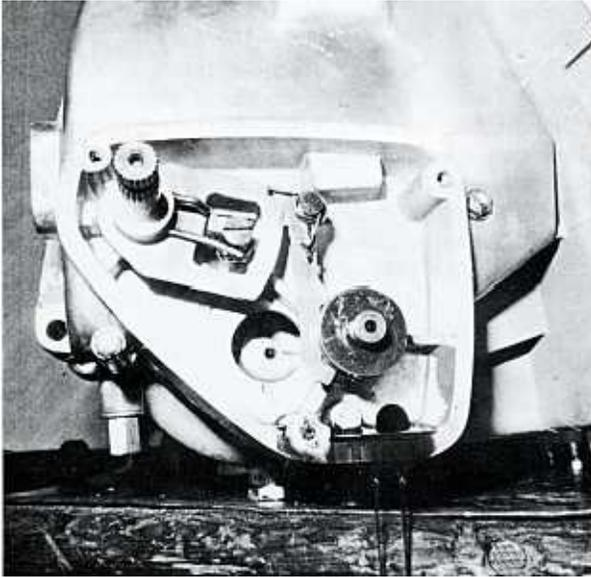
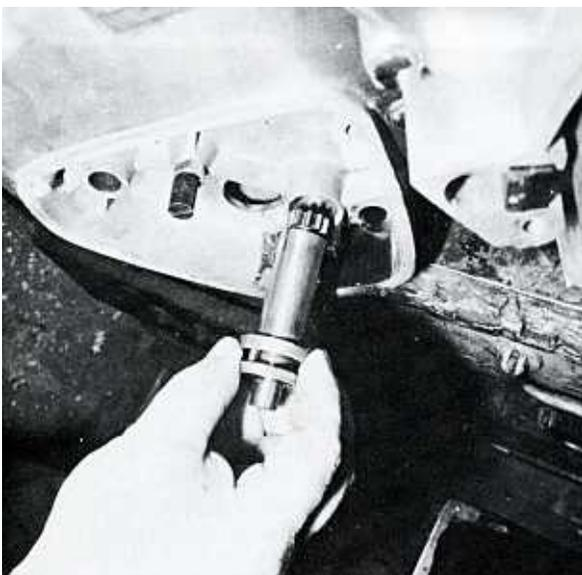
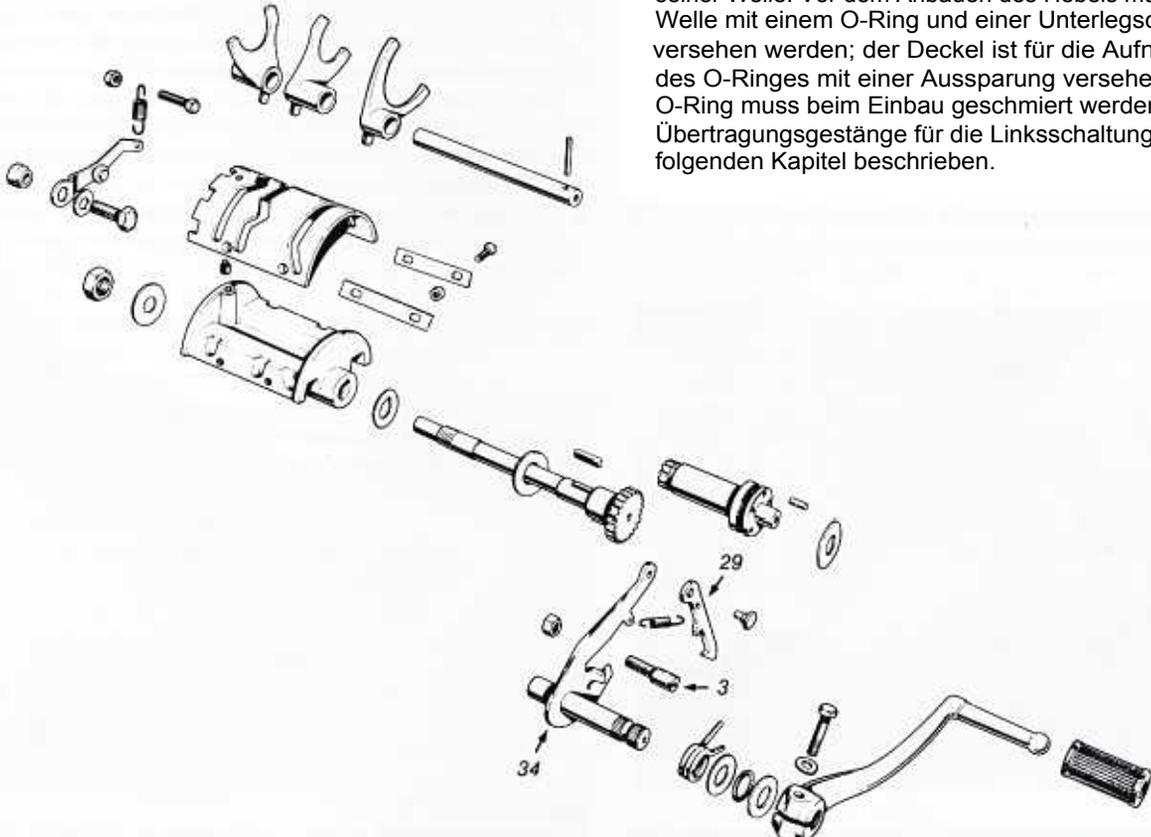

Bild 139
Bild 140
Bild 141
- Der Schaltmechanismus sitzt unter dem mit drei Schrauben mit Unterlegscheiben befestigten Schaltdeckel. Der Deckel ist mit einer Dichtung und mit Dichtmasse abgedichtet. Nach dem Abnehmen des Deckels bereitet der Ausbau des Schaltmechanismus keine Schwierigkeiten. Die Schalthebelwelle ist im inneren Getriebegehäusedeckel gelagert und kann nach dem Aushängen der Rückholfeder herausgezogen werden (Bild 139). Beim Ausbau muss die Schaltklinke aus der Schaltwelle ausgehängt werden. Die Schaltwelle kann zusammen mit dem inneren Gehäusedeckel, in dem sie gelagert ist, ausgebaut werden (Bild 140).
- Am Zweizylindermodell ist der Schaltwellenantrieb »offen« (Bild 141), am Dreizylinder »geschlossen« (Bild 139). Beide Ausführungen sind austauschbar.
- Die komplette Schaltwalze in die untere Getriebe gehäusehälfte einsetzen, den Keil in die Schaltwalzen welle einlegen und die Welle von der Aussenseite her in die Schaltwalze einführen, wobei die Anlauf scheibe mit der Aussparung zwischen Getriebe gehäuse und Schaltwalze zu liegen kommt. Alle Aus sparungen auf den Keil ausrichten. Die Mutter mit der Unterlegscheibe auf das innere Ende der Schaltwal zenwelle aufschrauben und mit einem Maulschlüssel anziehen. Den Hebel der Schaltwalzenrastung ein bauen und dessen Feder einhängen. Die Schaltga beln in ihrer Einbaulage festhalten, die Schaltgabe lachse einführen und mit dem Stift sichern. Die Schaltgabeln werden wie folgt angeordnet: die breite Gabel mit dem Ansatz nach links, die schmale Gabel mit dem Ansatz nach links und die zweite schmale Gabel mit dem Ansatz nach rechts (Bild 141).